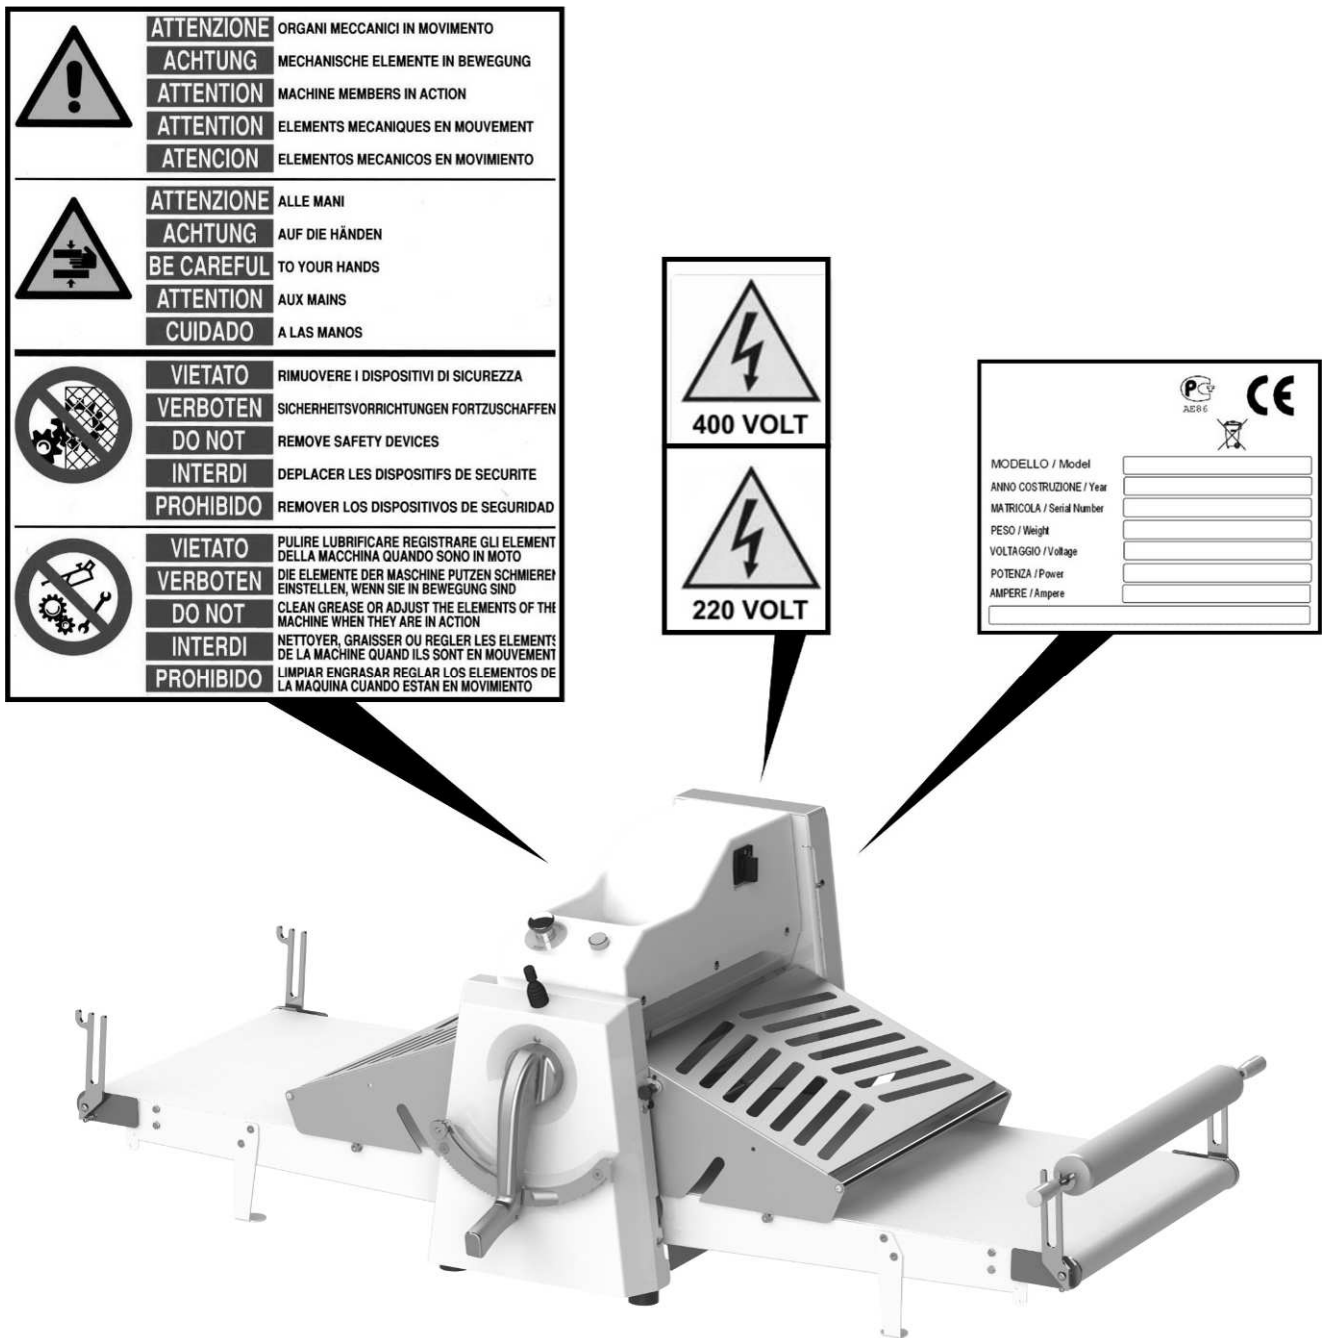

Рисунок 18
3. Визуальный контроль блокировочных механизмов съёмных защитных устройств из.2 Рисунок 18 согласно нормативам UNI EN 1674:2015 раздел 5.2.1.1. Переместите концевую меру длины высотой 65 мм между лентой и защитным устройством цилиндра, которое при поднятии должно активизировать микровыключатель. Кнопка запуска из.5 Рисунок 4 должна отключиться, в противном случае необходимо обратиться к техническому персоналу для регуляции микровыключателя и обеспечения нормальной работы машины.
На оборудовании присутствуют знаки безопасности, которые изображены на Рисунок 18